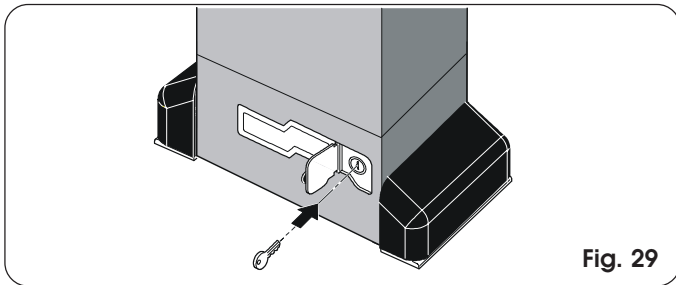

Fig. 29
- 2) Abra la portezuela de protección e introduzca la llave suministrada en dotación en la cerradura (Fig. 29).